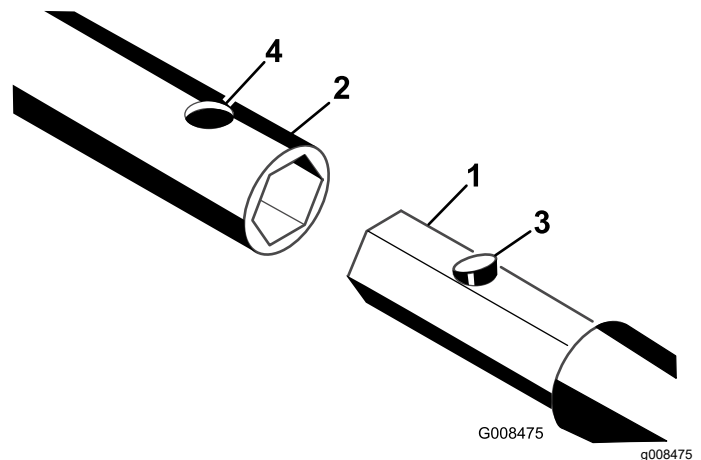

Figura 3
3. Fate scorrere il tubo d'innesto a sezione esagonale di un'asta, una punta di perforazione o di un alesatore nell'attacco. Allineate il foro sull'attacco al pulsante di aggancio (Figura 3).
4. Premete il pulsante di aggancio e spingete il tubo d'innesto nell'attacco fino a quando il pulsante non si inserisce nel relativo foro (Figura 3).